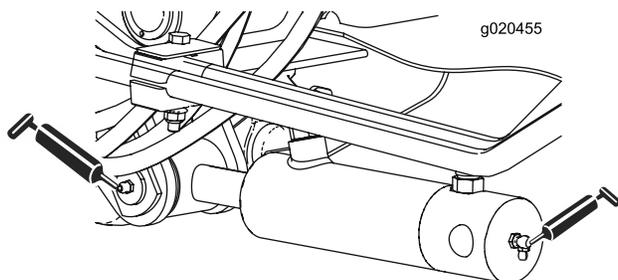

Рисунок 41
- Втулки цилиндров подъемных рычагов (по 2 шт.) (Рисунок 41)